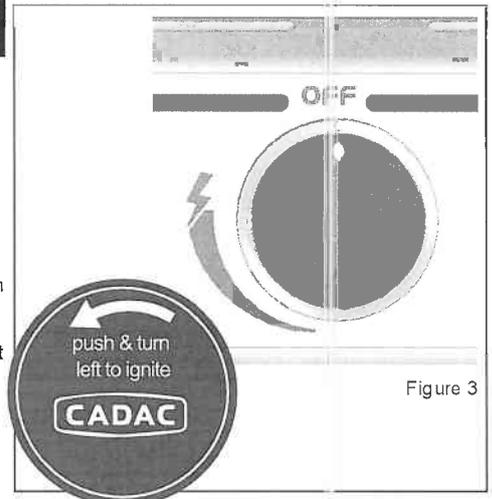

Figure 3
- Um die Flammenintensität nach Bedarf einzustellen, drehen Sie den Regler gegen den Uhrzeigersinn zum Verringern oder im Uhrzeigersinn zum Erhöhen (s. Abb. 3). Falls die Flamme flackert, prüfen Sie zuerst, ob die Hauptlufteinlässe des Brennermischrohrs verstopft sind.